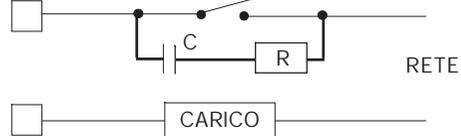

Fig. 12 CONTATTO ESTERNO IN SERIE AL CONTATTO DI USCITA DELLO STRUMENTO
Problemi analoghi possono essere generati dalla commutazione di carichi tramite un contatto esterno in serie al contatto di uscita dello strumento come indicato in Fig. 12.
In questi casi si raccomanda di collegare un filtro RC in parallelo al contatto esterno come indicato in fig. 12. Il valore della capacità (C) e del resistore (R) sono indicati nella tabella seguente.